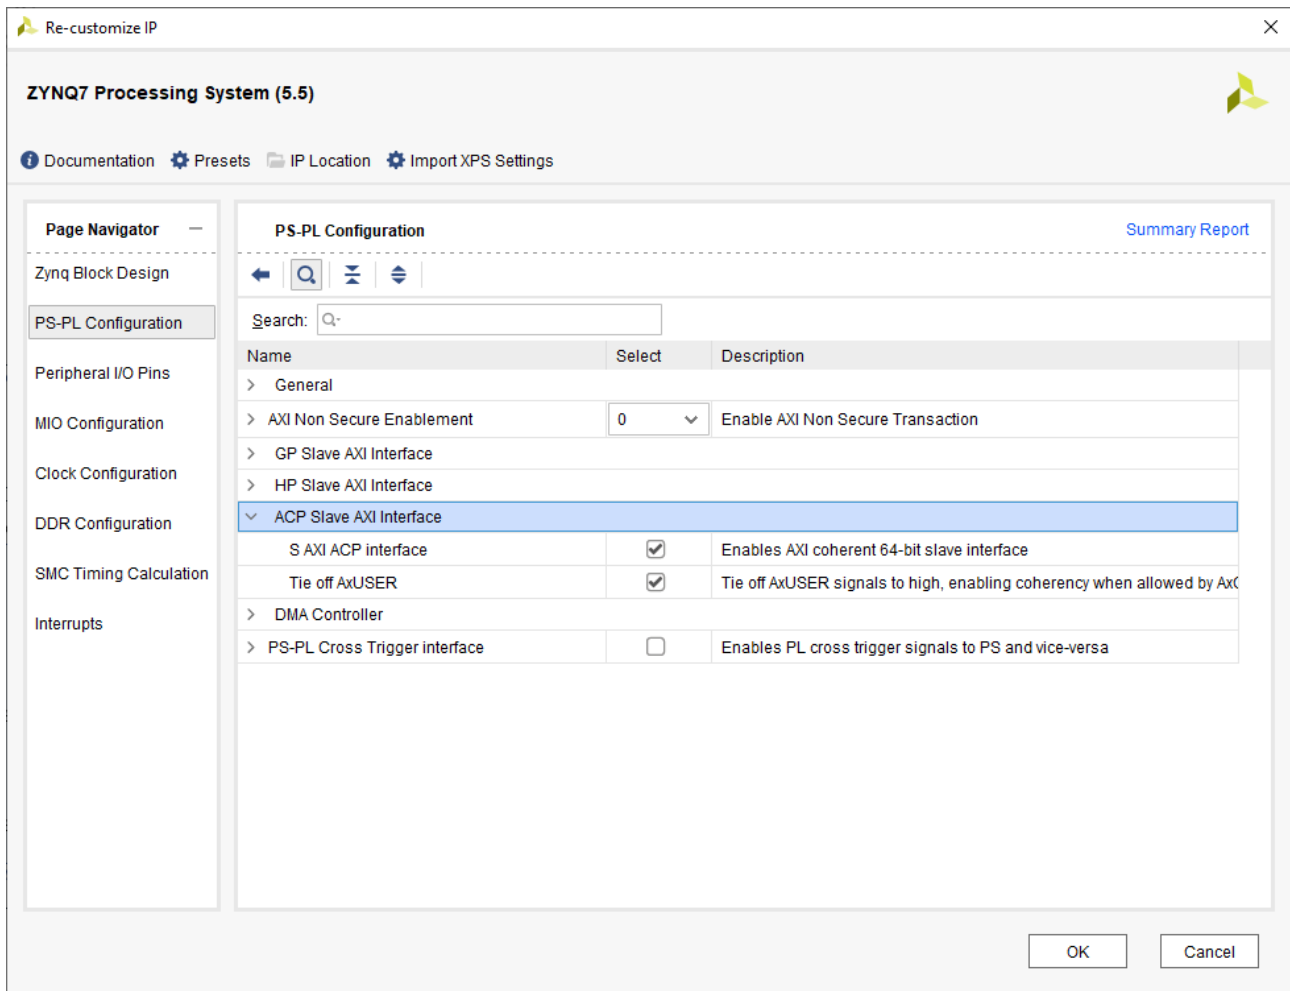

FIGURE 7 – Paramètre du Zynq : ce qu'il faut cocher pour avoir l'interface ACP et la cohérence des caches
- Les ports INPUT et OUTPUT sont relié au Slave ACP du ZYNQ pour pouvoir accédé à ces mémoire et avoir la cohérence des caches.(figure 7).